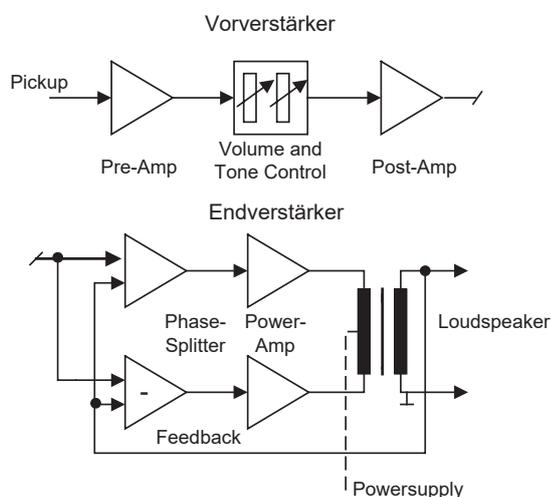

Abbildung 1: Blockbild eines Gitarrenverstärkers.
Für diesen Beitrag sind vier Röhrengitarrenverstärker ausgewählt worden, für die im folgenden stichpunktartige Angaben zur eingesetzten Schaltungstechnik notiert sind: (F) Fender Bassman AC568¹, (G) Gibson GA75, (M) Marshall 1987 und (V) Vox AC30. Gegebenenfalls wird auf Besonderheiten hingewiesen. Die Schaltbilder zu diesen Gitarrenverstärkern findet man entweder im Internet oder bei [2]. In der Literatur hat sich ein Aufbau mit den Teilschaltungen Pre-Amp, Volume/Equalization, Post-Amp, Phase-Splitter und Power-Amp eingebürgert. Abb. 1 repräsentiert typische Anordnungen von Verstärkerstufen in Gitarrenverstärkern.